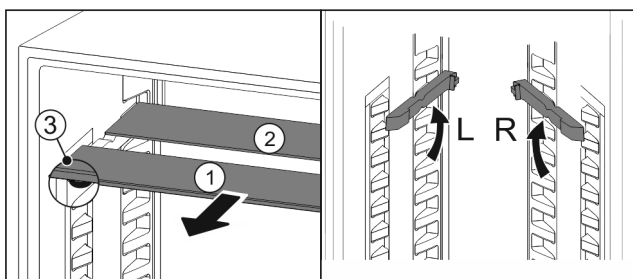

Fig. 149
- Skleněné desky jednotlivě vytáhněte dopředu Fig. 149 (1).
- Skleněná deska Fig. 149 (1) s ozdobnou lištou leží vpředu.
- Zářázky Fig. 149 (3) směřují dolů.